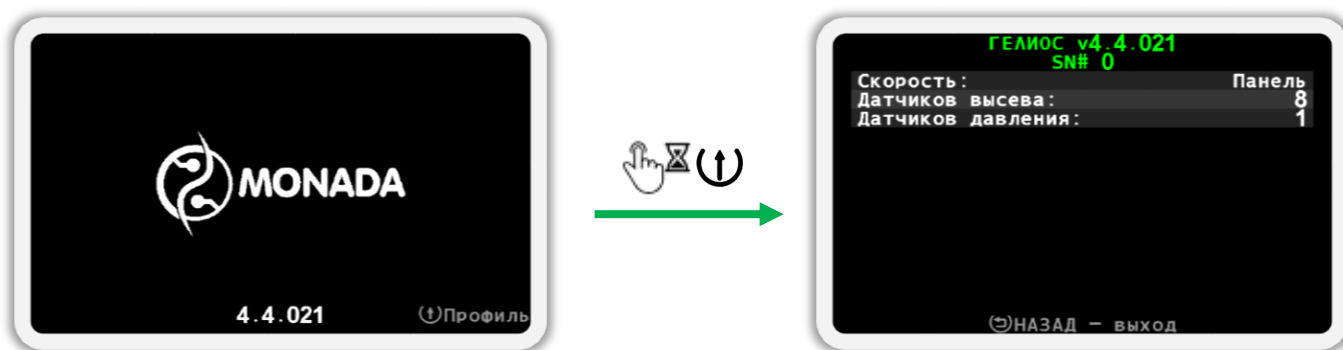

Рисунок 19 Экран загрузки слева и экран просмотра профиля справа
2. Зажмите кнопку  «Вверх» и включите панель оператора. Убедитесь, что индикатор питания светится зеленым цветом (см. Рисунок 1 п.6), а на дисплее панели оператора появился экран загрузки с логотипом²⁴ (см. Рисунок 19 слева). Через несколько секунд на дисплее появится экран просмотра профиля²⁵ (см. Рисунок 19 справа).